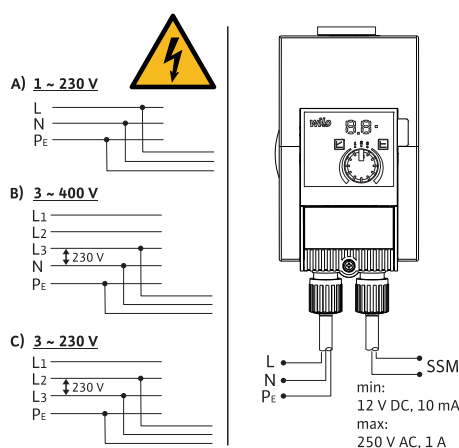

Fig. 17: Possibilités de raccordement
- Raccorder à des réseaux basse tension 230 V. En cas de raccordement à des réseaux IT (isolé-terre), vérifier impérativement que la tension entre les phases (L1-L2, L2-L3, L3-L1 → Fig. 17 °C) n'excède pas 230 V. En cas de défaut (court-circuit à la terre), la tension entre la phase et PE ne doit pas dépasser 230 V.